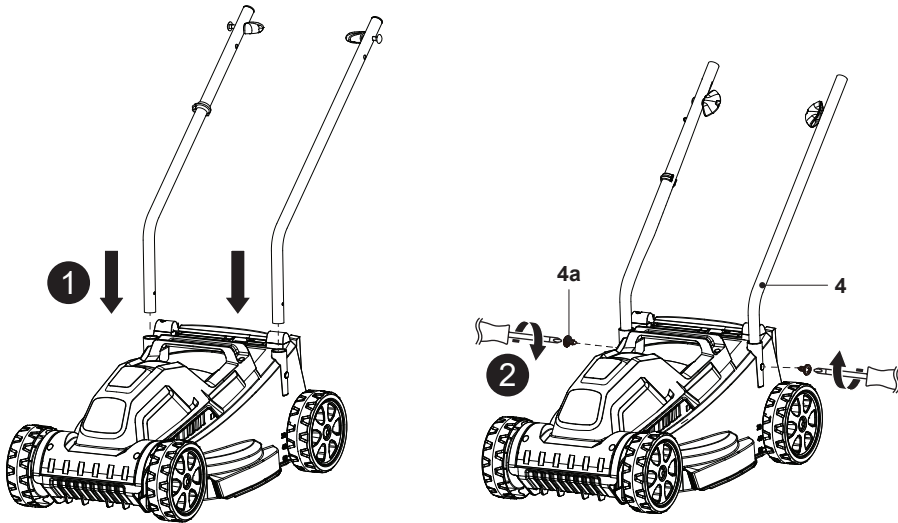

Fig. 1
1. Inserte las barras inferiores del manillar (4) en las ranuras situadas a ambos lados de la carcasa del cortacésped (Fig. 1).
2. Utilice los 2 tornillos (4a) incluidos para fijar cada manillar en su lugar correspondiente en la carcasa (Fig. 1).